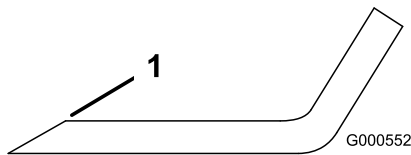

Figura 58
- Utilice una lima para afilar el filo de corte en ambos extremos de la cuchilla (Figura 58).
**Nota:** Si la cuchilla no está equilibrada, rebaje algo del metal en la parte de la vela solamente con una lima (Figura 58).